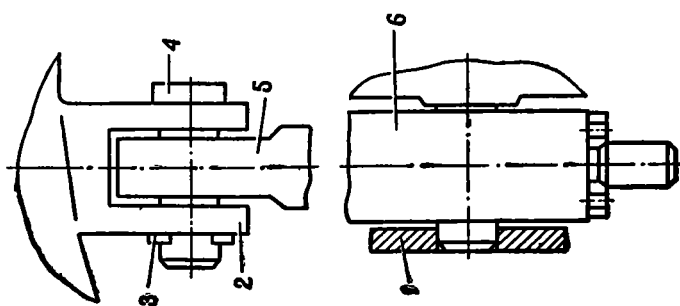

Рис. 36. Крепление исполнительного цилиндра:
5. Отвернуть четыре болта и снять накладку 1 (рис. 36), крепящую цапфу исполнительного цилиндра 6.
5. Поддерживая исполнительный цилиндр, поставить накладку 1 (рис. 36) так, чтобы цапфа цилиндра вошла в гнездо накладки.